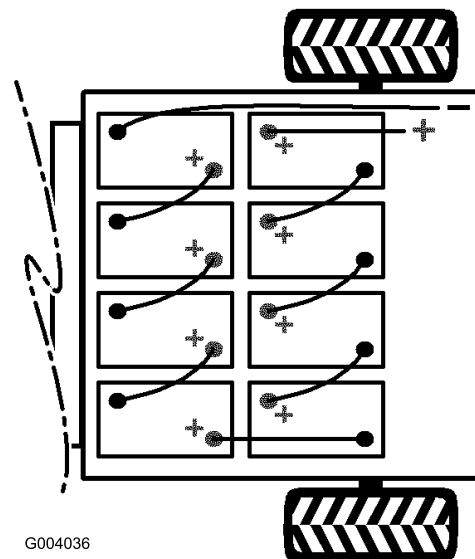

Bild 38
2. Schließen Sie das lange, schwarze, negative Hauptkabel zwischen dem Batterieverteiler und dem Fahrzeug von der Batterie ab (Bild 38).
3. Schließen Sie das lange, rote, positive Hauptkabel zwischen dem Batterieverteiler und dem Fahrzeug von der Batterie ab (Bild 38).
Hinweis: Achten Sie auf die Batteriepolartität, wenn Sie neue Batterien einsetzen (Bild 38).
9. Verbinden Sie die Batterien mit den vorher abgenommenen Batteriekabeln, siehe Bild 38.
10. Schließen Sie das lange, rote, positive Kabel zwischen dem Batterieverteiler und dem Fahrzeug an (Bild 38).
11. Schließen Sie das lange, schwarz, negative Hauptkabel zwischen dem Batterieverteiler und dem Fahrzeug an (Bild 38).